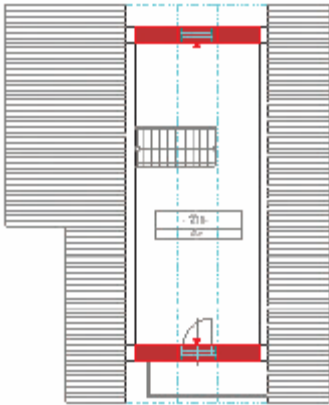

Рис. 2.6-6
1. В панели конструкций щелкните на закладку с названием *Walls/Стены*. Настроится режим задания стен. Утвердитесь, настроен ли тип двери в *SO1*, и задайте стены в верхней и нижней части помещения. (На рис. 2.6-6 выделено красным цветом).